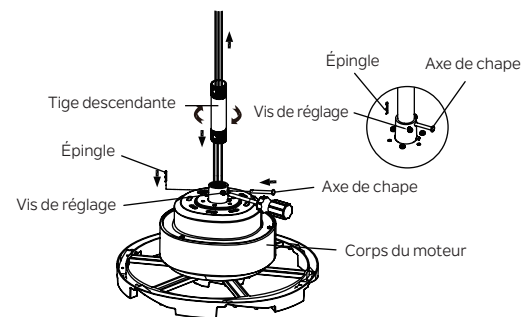

Fig. 8
Étape 4. Faites passer avec précaution les fils du ventilateur et le câble de sécurité à travers la tige descendante. Vissez la tige descendante sur l'accouplement du moteur jusqu'à ce que les trous des broches de la chappe soient alignés. Ensuite, replacez l'axe de chappe et l'épingle, puis serrez les deux vis de réglage. (Fig. 8)